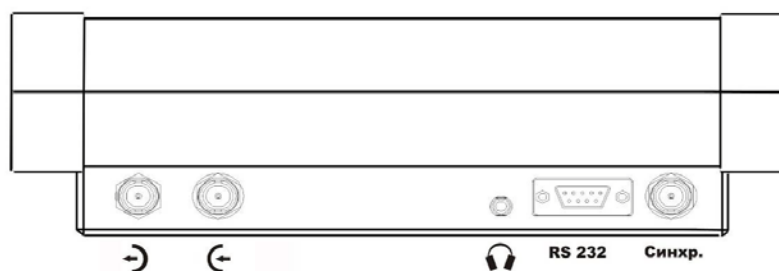

Рис. 5.2.
На задней панели дефектоскопа расположены (рис. 5.2):
**Примечание.** В режиме автоматической развертки разъем «Синхр.» (см. рис. 5.2) является **выходом синхронизации**, а в режиме ждущей развертки – **входом синхронизации**. Входной синхроимпульс должен соответствовать TTL уровню.